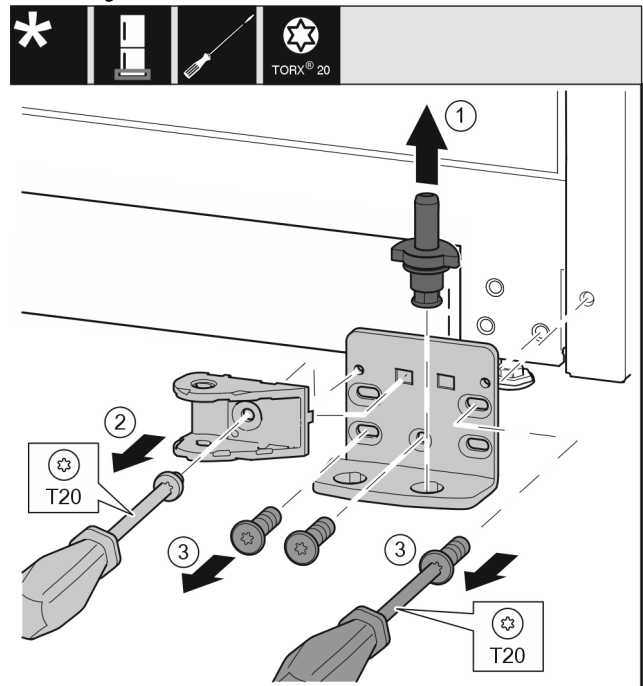

Fig. 45 *
- ▶ 将轴承螺栓 Fig. 45 (1) 完全向上拉出。*
- ▶ 将螺钉 Fig. 45 (2) 用螺丝刀旋开并取下关门阻尼器连接装置。*
- ▶ 将螺钉 Fig. 45 (3) 用螺丝刀旋开并取下托架。*